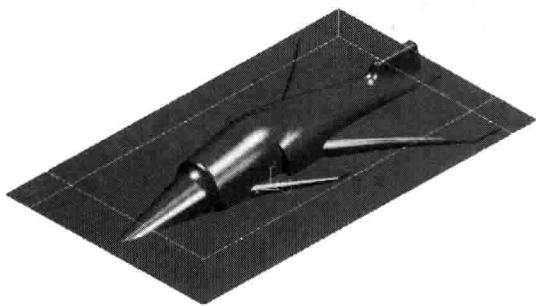

图 1-4 正等侧视图
(4) 双击“系统视向”列表中“正等侧”，得到显示结果如图 1-4 所示。